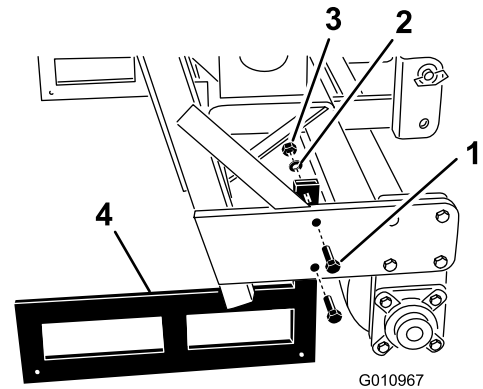

Figure 26
2. Enlevez les boulons et écrous qui fixent les supports de rangement à chaque extrémité de l'aérateur (Figure 26).